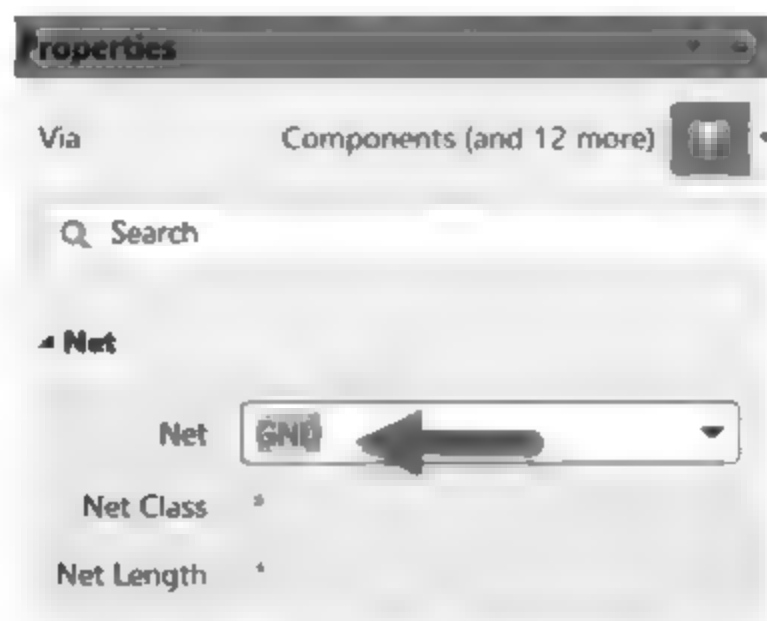

图 5-52 过孔的全局属性修改
(3) 将 Via 和 Net 属性更改为 Same,然后单击“确定”按钮。在弹出的 Properties 面板中,更改需要全局编辑的属性,例如将 Net(过孔网络)属性改为 GND,如图 5-52 所示。